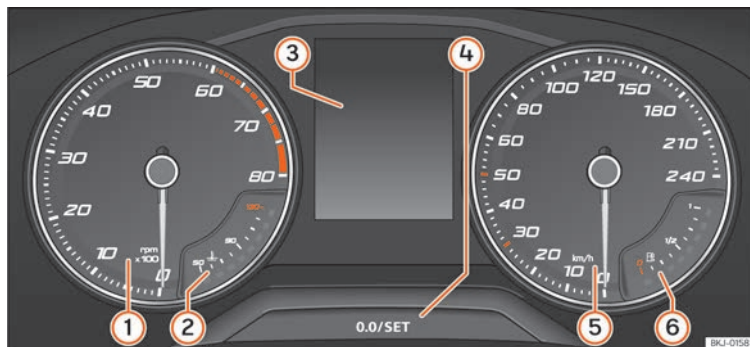

Fig. 69 Quadro strumenti nel cruscotto.
Spiegazioni sugli strumenti » **fig. 69:**
- Premere brevemente il pulsante **0.0/SET**  **» fig. 69**  per riportare il contachilometri parziale a 0.